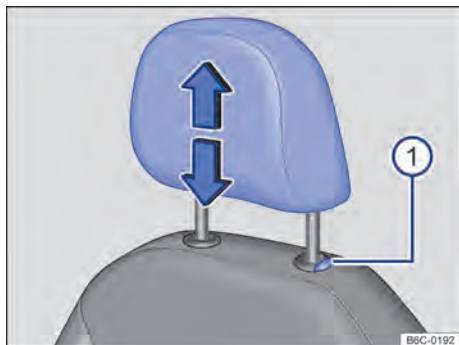

Fig. 72 Apoio para cabeça dianteiro: desinstalar.
- Retirar o apoio para cabeça com o botão → Fig. 72 ❶ pressionado.
- Empurrar o apoio para cabeça totalmente para baixo com o botão → Fig. 72 ① pressionado.